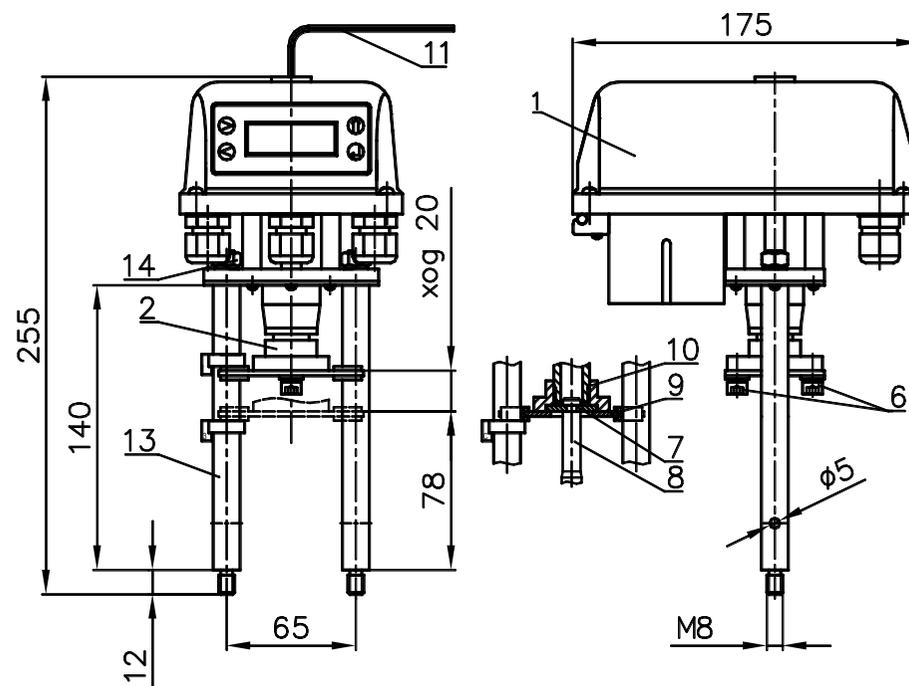

Рисунок 1 - ВЭП-225МВ
- электропривод (рисунок 1 – позиция 1);
- винтовая передача (рисунок 1 – позиция 2).